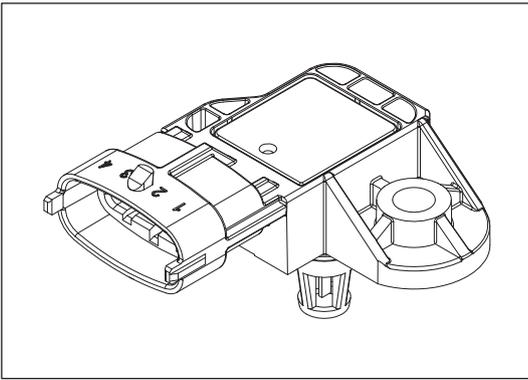

Рис. 9-3-22. Датчик температуры и давления воздуха на впуске
(1) Принципиальная схема и контакты
- » Контакт 4 – выходной сигнал давления воздуха на впуске. Конструкция датчика показана на рис. 9-3-22.
(2) Место установки
(3) Принцип действия
(4) Технические параметры